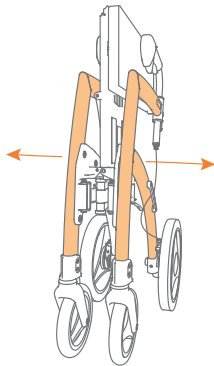

Abbildung 10: Ziehen Sie den Rahmen nach außen, um ihn aufzuklappen.
- a. Ziehen Sie die Rahmenseiten des Rollz Motion Electric auseinander, bis er fast vollständig aufgeklappt ist (**Abbildung 10**).